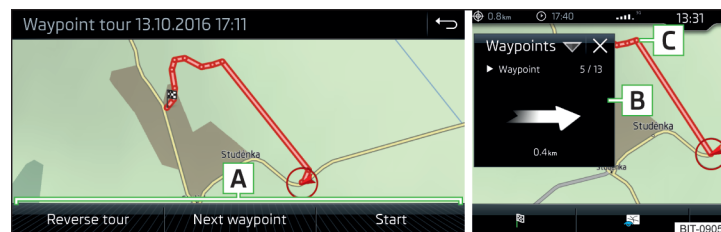

Fig. 246 Afișarea unui traseu cu puncte de drum / Parcursarea unui traseu cu puncte de drum
- Selecționați unul dintre următoarele meniuri **A** » fig. 246.
În timpul parcurgerii unui traseu cu puncte de drum, în fereastra suplimentară **Pcte. drum** se afișează direcția, precum și distanța până la următorul punct de drum, numărul punctului de drum următor, precum și numărul total al punctelor de drum **[B]** » **fig. 246**.
Traseul cu puncte de drum „scade” succesiv din poziția actuală a autovehiculului spre următorul punct de drum „**[C]** » **fig. 246**.
- > Afișarea traseului cu puncte de drum » **fig. 246 la pagina 205**